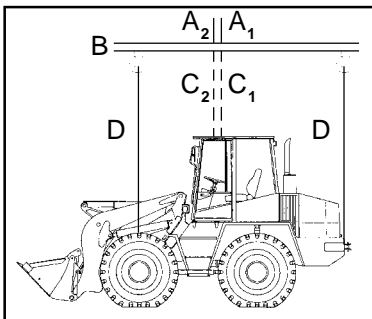

Bild 7-5
- Der Aufnahmepunkt ((7-5/A₁ - Gerät ohne Standardschaufel) bzw. (7-5/A₂ - Gerät mit Standardschaufel)) des Tragmittels (7-5/B) muß genau senkrecht über dem Schwerpunkt (7-5/C₁ bzw. 7-5/C₂) des Gerätes liegen (siehe Bild 7-5), damit sich das Lastaufnahmemittel **waagrecht** über der Längsmittelachse des Gerätes befindet.
- Le point de levage (7-5/A1 sans le godet standard et 7-5/A2 avec le godet standard) du moyen de levage (7-5/B) doit être exactement à la verticale du centre de gravité (7-5/C1 resp. 7-5/C2) de la machine (voir figure 7-5), de manière à ce que le moyen de levage soit **horizontal** et parallèle à l'axe longitudinal de la machine.
- The lifting point (7-5/A1 - loader without standard bucket or 7-5/A2 - loader with standard bucket) of the lifting device (7-5/B) must be located precisely vertically over the center of gravity (7-5/C1 or 7-5/C2) of the loader (see Fig. 7-5) so that the lifting device is located **horizontally** above the longitudinal axis of the loader.